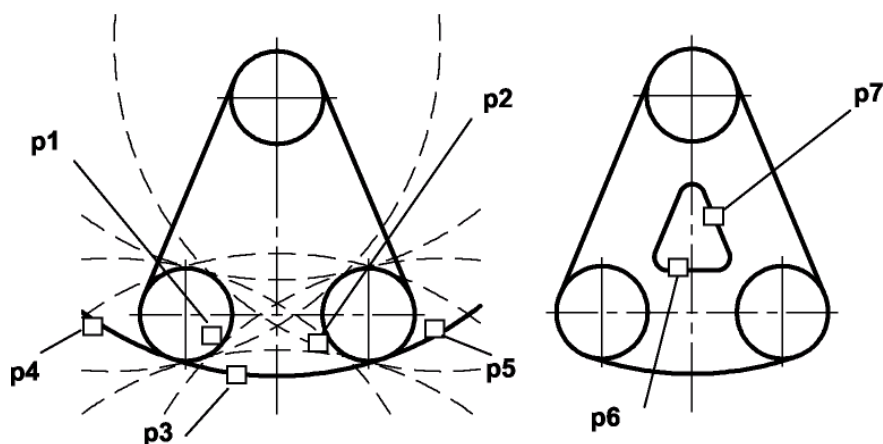

Рис. 2.2. - Построение окружности касательной к двум окружностям и двум прямым
2. Указать графическим курсором произвольную точку (точка **p1**) на первой заданной окружности, с которой должна касаться искомая окружность (рис. 2.2а);
3. Указать графическим курсором произвольную точку (точка **p2**) на второй заданной окружности, с которой должна касаться та же искомая окружность (рис. 2.2а);
5. Выбрать курсором на графической зоне нужную касательную окружность (указать точку **p3**) и щелкнуть по кнопке  - **Создать объект** панели специального управления (рис. 2.2а);
3) указать курсором на графической зоне прямые, между которыми строится сопряжение (на рис. 2.2 б это точки **р6** и **р7**);